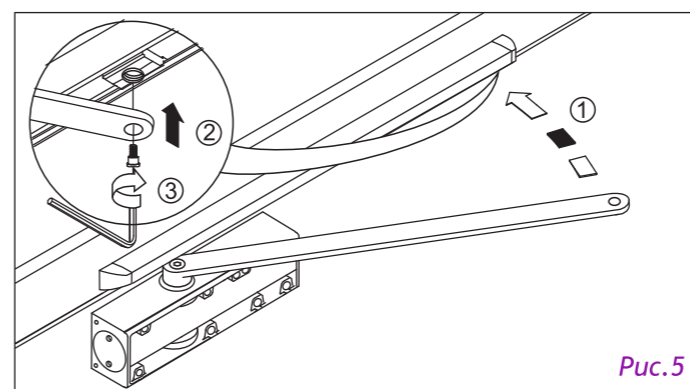

Рис.5
5. Прижмите тягу к полотну двери и соедините ее с ползунком специальным винтом М8х17 под шестигранный ключ. Тем самым создается преднатяг (рис.5);